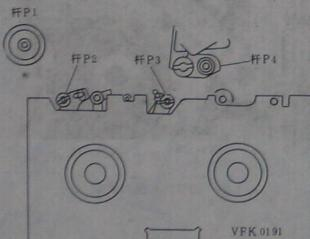

图 1-27 安放柱杆调节板
1) 参看图 1-27, 拆卸下顶盖、底板、前面板、护罩板和磁带盒仓, 安放柱杆调节板。